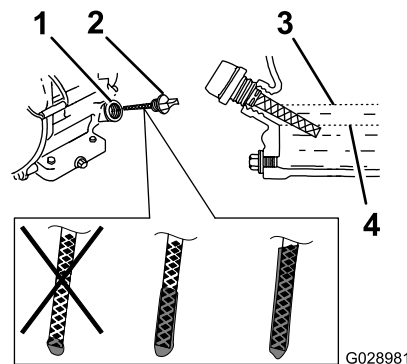

Figure 44
- Sortez la jauge (Figure 44) et versez lentement de l'huile par l'orifice de remplissage jusqu'à ce qu'elle atteigne le repère supérieur (bord inférieur de l'orifice de remplissage) sur la jauge.